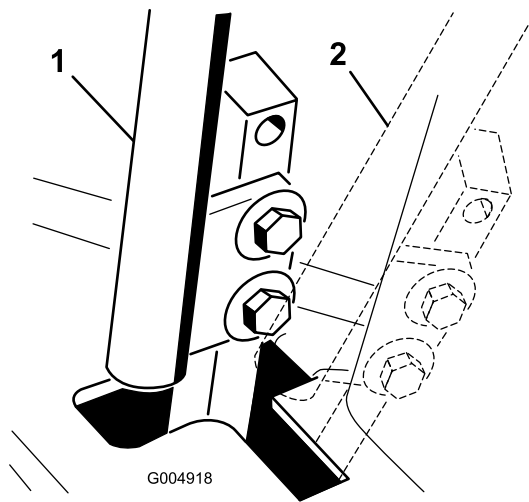

图50
4. 将移动控制杆移至空档位置但切勿锁定 图50。
6. 检查控制杆相对于控制台凹口的位置 图50。